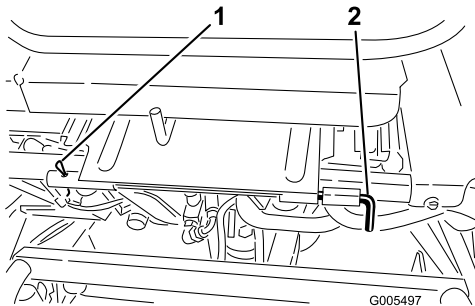

**Figure 27**
3. Abaissez le siège et retirez la goupille cylindrique qui fixe la tige de pivot du siège au cadre (Figure 27).